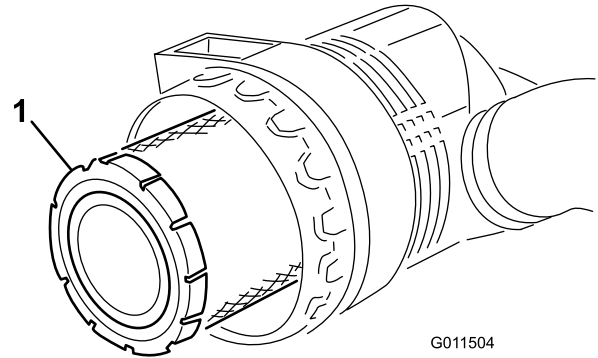
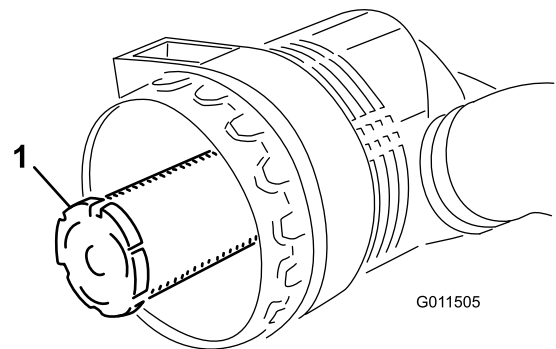

Bild 50
Bild 51
3. Entfernen Sie den Hauptfilter (Bild 50). Das Reinigen eines verwendeten Elements wird nicht empfohlen, da das Filtermedium beschädigt sein könnte. Prüfen Sie den neuen Filter auf Versandschäden, prüfen Sie das Dichtungsende des Filters und des Körpers. Verwenden Sie nie ein beschädigtes Element. Entfernen Sie **nicht** den Sicherheitsfilter (Bild 51).
Wichtig: Versuchen Sie nie, den Sicherheitsfilter zu reinigen (Bild 51). Tauschen Sie den Sicherheitsfilter bei jeder dritten Wartung des Hauptfilters aus.
4. Wechseln Sie den Hauptfilter aus (Bild 50).